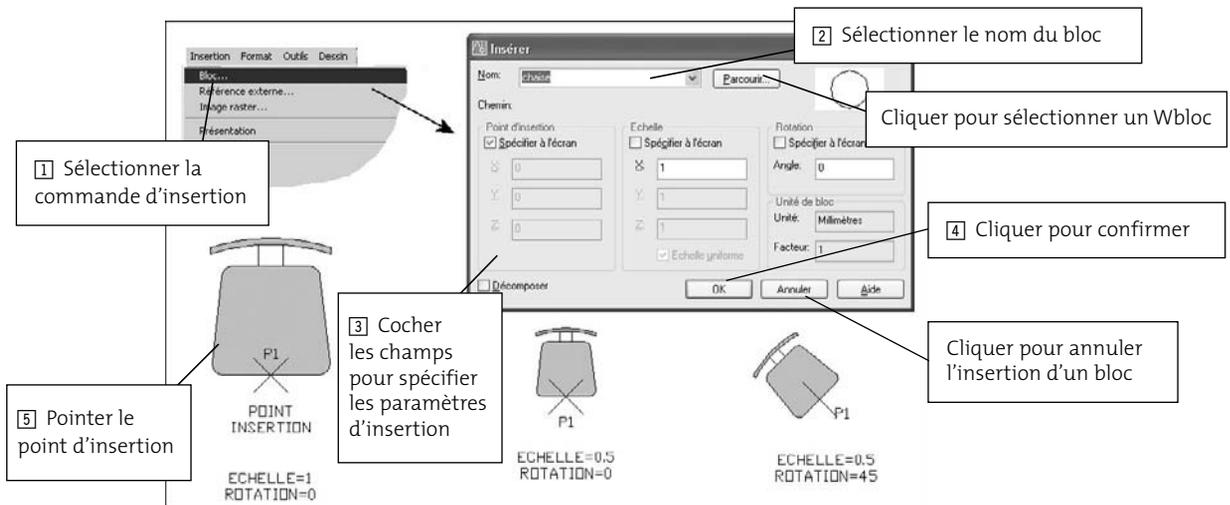

Fig.7.14
- 1 Exécuter la commande d'insertion de bloc à l'aide d'une des méthodes suivantes (fig.7.14) :